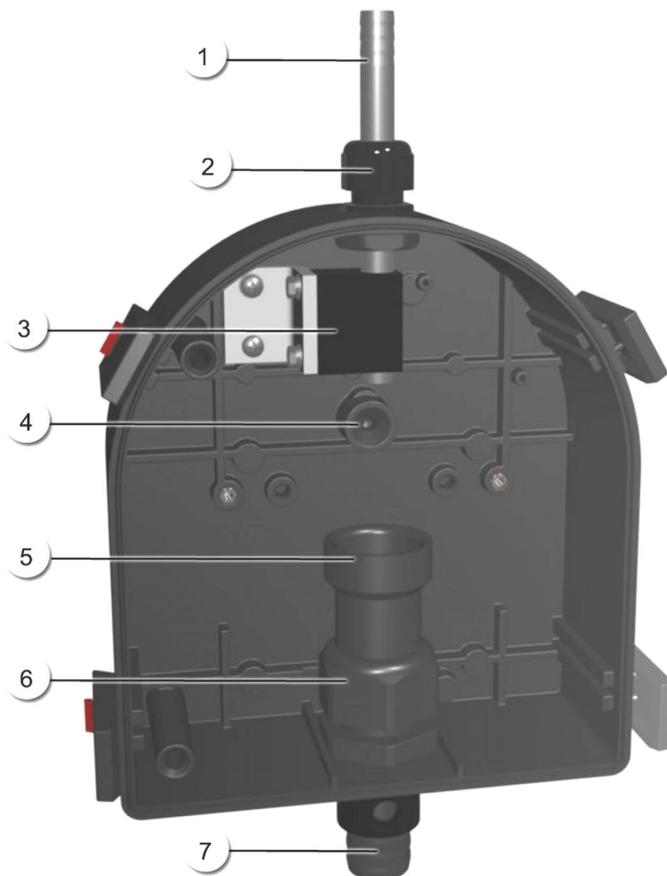

Figure 3: vue d'ensemble de la partie cellule de mesure
| 2. | Brancher le flexible d'admission sur le tube d'entrée (Figure 3, pos. 1). | |
| 3. | Fixer le flexible d'évacuation sur le tube de sortie (Figure 3, pos. 7). En ce faisant, appuyer sur le cône d'évacuation manuellement (Figure 3, pos. 5) pour éviter que le tube d'évacuation (Figure 3, pos. 7) soit poussé dans l'enceinte de mesure. |  Inondations de la cellule de mesure suite à un montage inadéquat du flexible d'évacuation. Il faut fixer le flexible d'évacuation de telle façon que les ouvertures anti-inondation latérales ne soient pas recouvertes (protection anti-inondation). Chapitre 4.4.1 |
| 4. | Contrôler si le tube d'admission (Figure 3, pos.1) sort de son support de 5 mm. |  |
| 5. | Vérifier si le cône d'évacuation (Figure 3, pos. 5) repose sur le presse-étoupe (Figure 3, pos. 6). | |